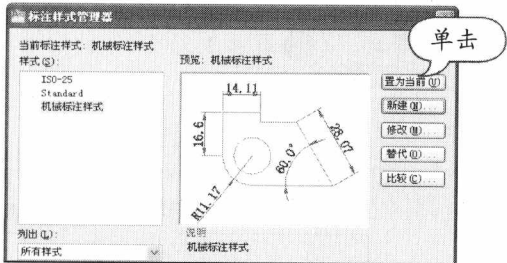

图 1-29 置为当前
STEP 09 置为当前。在“标注样式管理器”对话框中单击“置为当前”按钮，如图 1-29 所示。